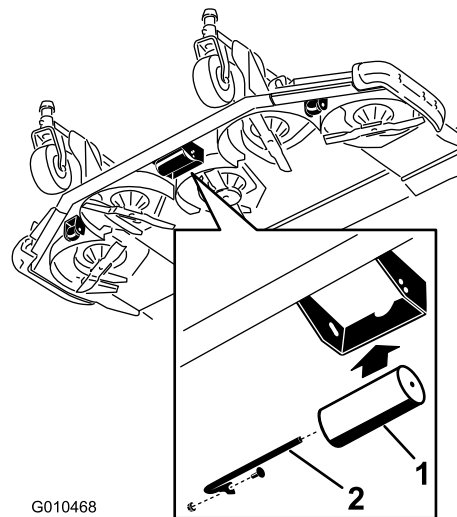

Figura 30
2. Retire el eje de los taladros inferiores del soporte, alinee el rodillo con los taladros superiores e instale el eje (Figura 30).